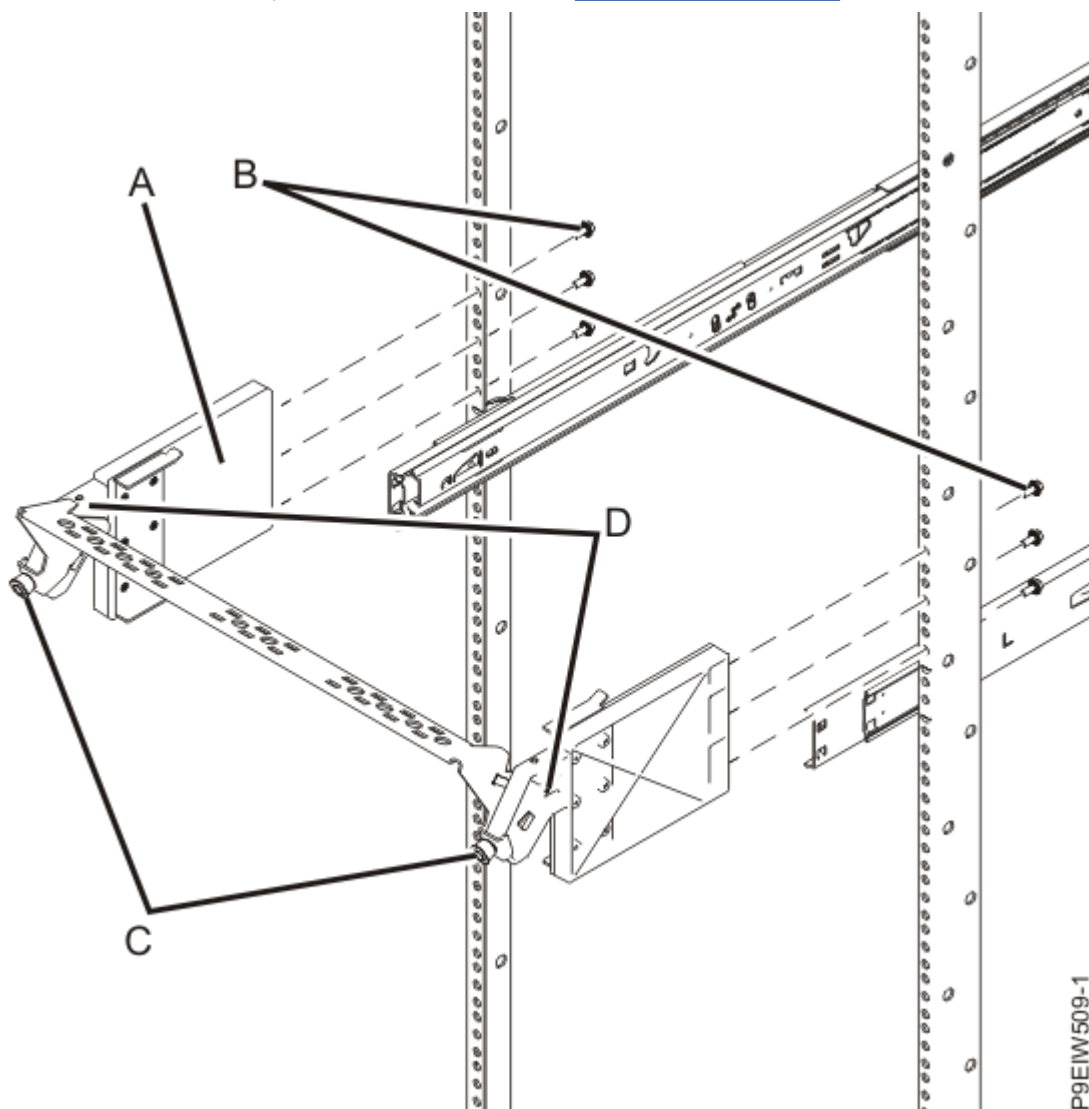

Figura 14. Atașarea colțarului de pozare a cablurilor la dulap
3. Asamblați colțarul de pozare a cablurilor prin atașarea barei de gestionare a cablurilor la colțarele de gestionare a cablurilor, folosind două șuruburi M3 (**D**), așa cum se arată în Figura 14 la pagina 16
- b. Din interiorul dulapului, instalați trei șuruburi (**B**) prin flanșele dulapului și în colțarul de pozare a cablurilor (**A**), după cum se arată în Figura 14 la pagina 16.
5. Ajustați colțarul de pozare a cablurilor în funcție de necesitățile dumneavoastră, slăbind șuruburile cu cap striat (**C**) și înclinând colțarul, așa cum se arată în Figura 14 la pagina 16.